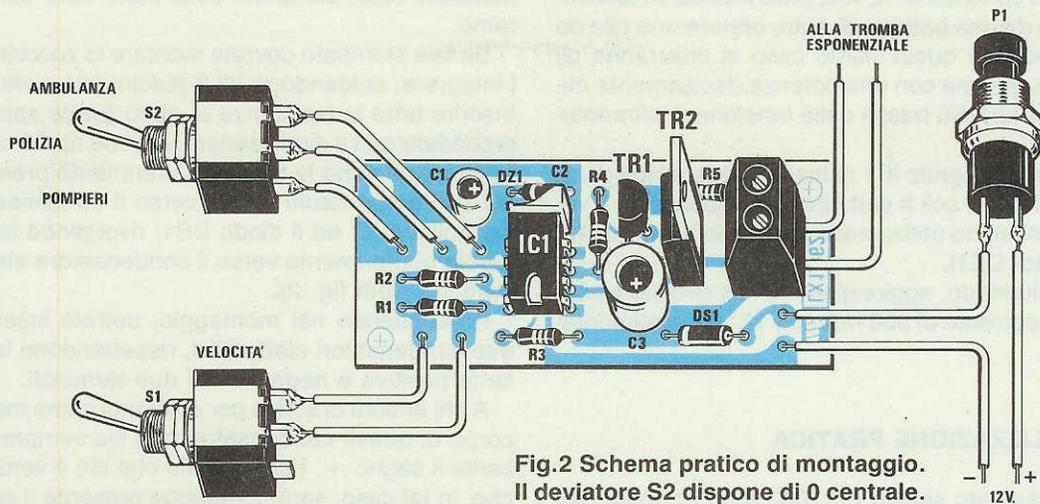

Fig.2 Schema pratico di montaggio. Il deviatore S2 dispone di 0 centrale.
Su tale stampato dovreste montare lo zoccolo per l'integrato, saldandone gli 8 piedini alle piste, poi inserire tutte le resistenze e, dopo averle saldate, procedere con il diodo zener DZ1, che andrà orientato in modo che la fascia di riferimento presente sul suo corpo risulti rivolta verso il condensatore elettrolitico C1 ed il diodo DS1, rivolgendo la sua fascia di riferimento verso il condensatore elettrolitico C3 (vedi fig. 2).
Tutti i componenti necessari per la realizzazione del progetto, cioè circuito stampato, integrato, transistor, deviatori, pulsanti (vedi fig.2), **ESCLUSA** la sola tromba esponenziale ..... L.11.000
Il primo NE.555 siglato **IC2/A** è l'oscillatore **astabile**, che fornirà sul suo piedino d'uscita 5 degli impulsi **negativi** strettissimi (vedi fig. 2), che utilizzeremo per pilotare il multivibratore **monostabile** siglato **IC2/B**.
**Fig.2** Dal piedino d'uscita 5 dell'integrato siglato IC2/A utilizzato come oscillatore stabile (vedi fig.6), usciranno degli impulsi negativi strettissimi, che andranno utilizzati per pilotare il piedino 8 del monostabile siglato IC2/B. Questi due integrati sono contenuti all'interno di un NE.556.